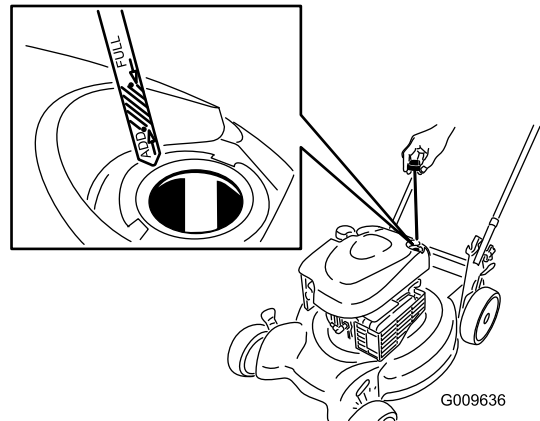

Figure 8
1. Retirez la jauge, essuyez-la sur un chiffon et remettez-la dans le tube de remplissage (Figure 8).
2. Sortez de nouveau la jauge et contrôlez le niveau d'huile (Figure 8). Si le niveau n'atteint pas le repère **minimum** (Add) de la jauge, versez lentement suffisamment d'huile dans le goulot de remplissage pour faire monter le niveau au repère **maximum** (Full). **Ne remplissez pas excessivement.** (Remplissage max. : 0,59 l, type : huile détergente SAE 30 de classe de service API SF, SG, SH, SJ, SL ou supérieure.)